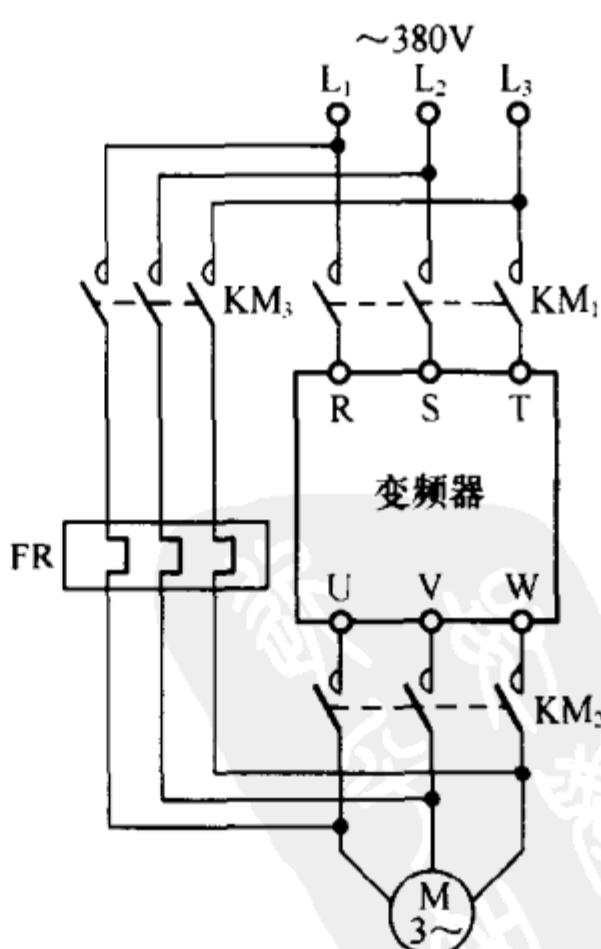

图 10 工频电源和变频器交替供电的主电路
(1) 工频电源和变频器交替供电的场合，接线如图 10 所示。接线时要注意两点：其一是两者供电的相序要一致，以确保电动机转向不变；其二是接触器 KM_2 和 KM_3 要互锁。
(2) 一台变频器控制多台电动机的场合。
(3) 变频器输出侧 U、V、W 端禁止与电网连接，否则会造成电网能量倒灌入变频器内而
(3) 工频电源和变频器交替供电时的过载保护。当电动机在工频电源下运行时，需由外加热继电器进行过载保护，其保护热继电器接线参见图 10。